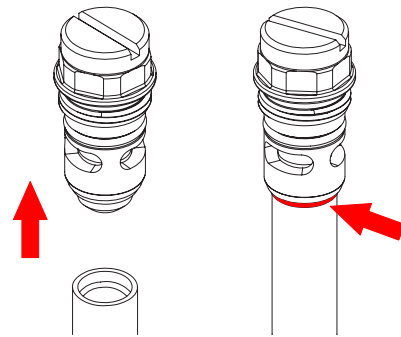

Figura 16 Rimozione del tubo dagli attacchi di accesso.
3. Vedi Figura 16. Tirare via il vecchio tubo di fluidizzazione dall'attacco di accesso, poi posizionare il nuovo tubo di fluidizzazione contro l'o-ring rosso.